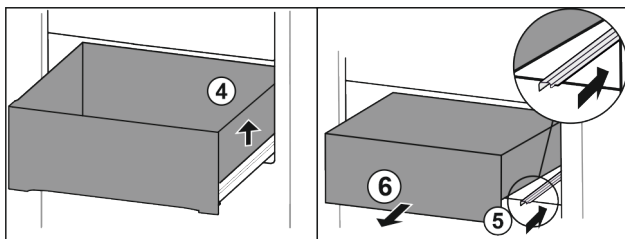

Fig. 106
- Soulever le tiroir sur la droite. *Fig. 106 (4)*
- Rentrer le rail de droite. *Fig. 106 (5)*
- Retirer le tiroir par l'avant. *Fig. 106 (6)*